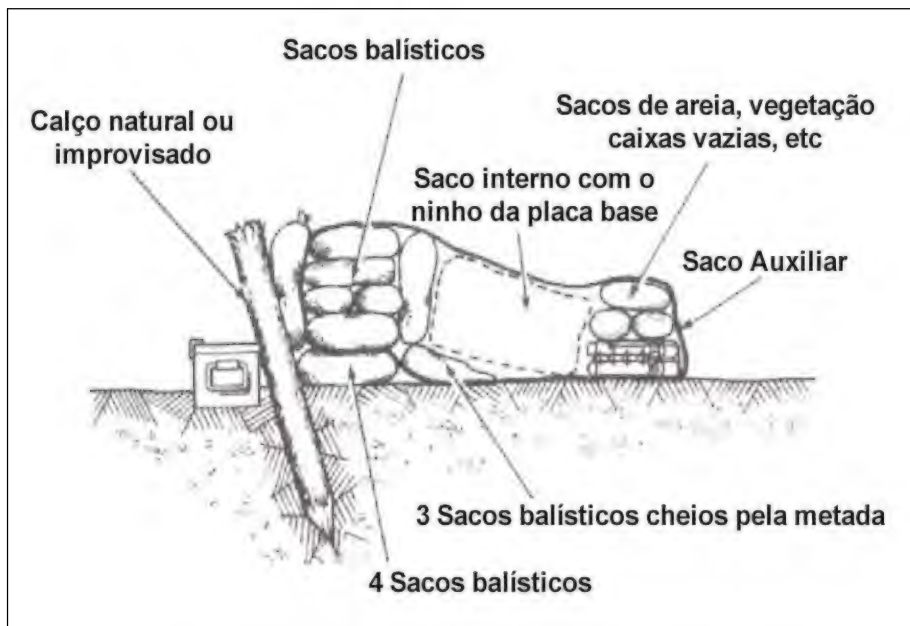

Fig 4-10. Preparação em Solo Muito Fofo com o Saco Auxiliar
**g.** apesar de ser possível o tiro de solos extremamente fofos, resultados melhores são conseguidos se o solo abaixo do saco auxiliar é feito de material duro e provido de calços e amarrações na preparação (Fig 4-10).